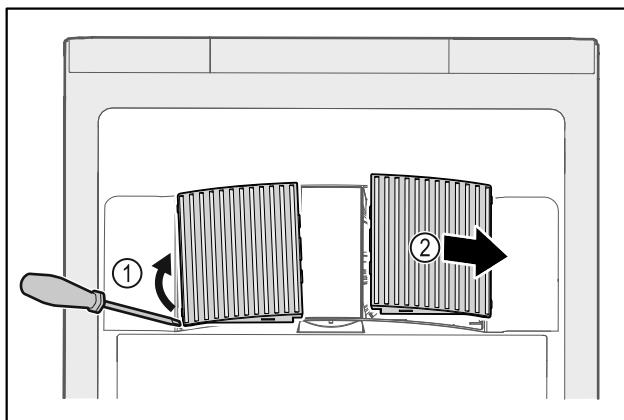

Fig. 47
- Ventilatorabdeckungen vorsichtig von der Seite herausheben Fig. 47 (1) und nach vorne abnehmen Fig. 47 (2).